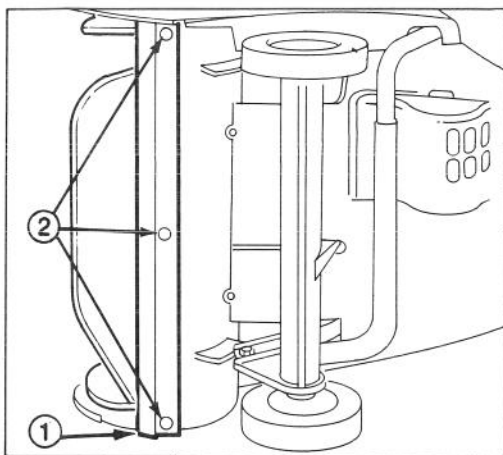

Fig. 7
2. Lägg snöslungan på sidan. Ta bort låsmutterarna och vagnsbultarna som håller skrapbladet på plats (Fig. 7). Ta bort skrapbladet från rotorhuset.